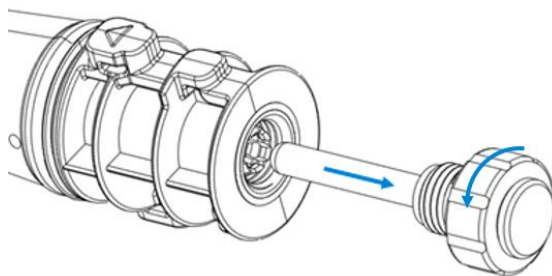

Figure 4 Dévissez le bouchon de transport, puis extrayez-le du corps de la torche.
1. Dévissez l'écrou de verrouillage situé sur le corps de la torche afin de retirer le bouchon de transport. Reportez-vous à la Figure 4.